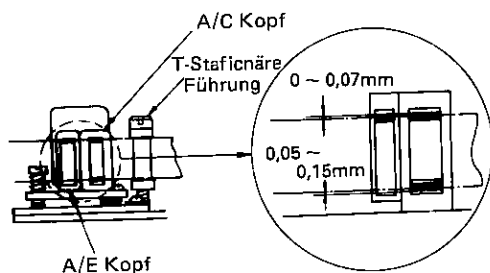

Abbildung 26.
3. Prüfen daß der AC Kopf die Höhe und Schräglage wie das in Abb. 26 gezeigte Band, hat.